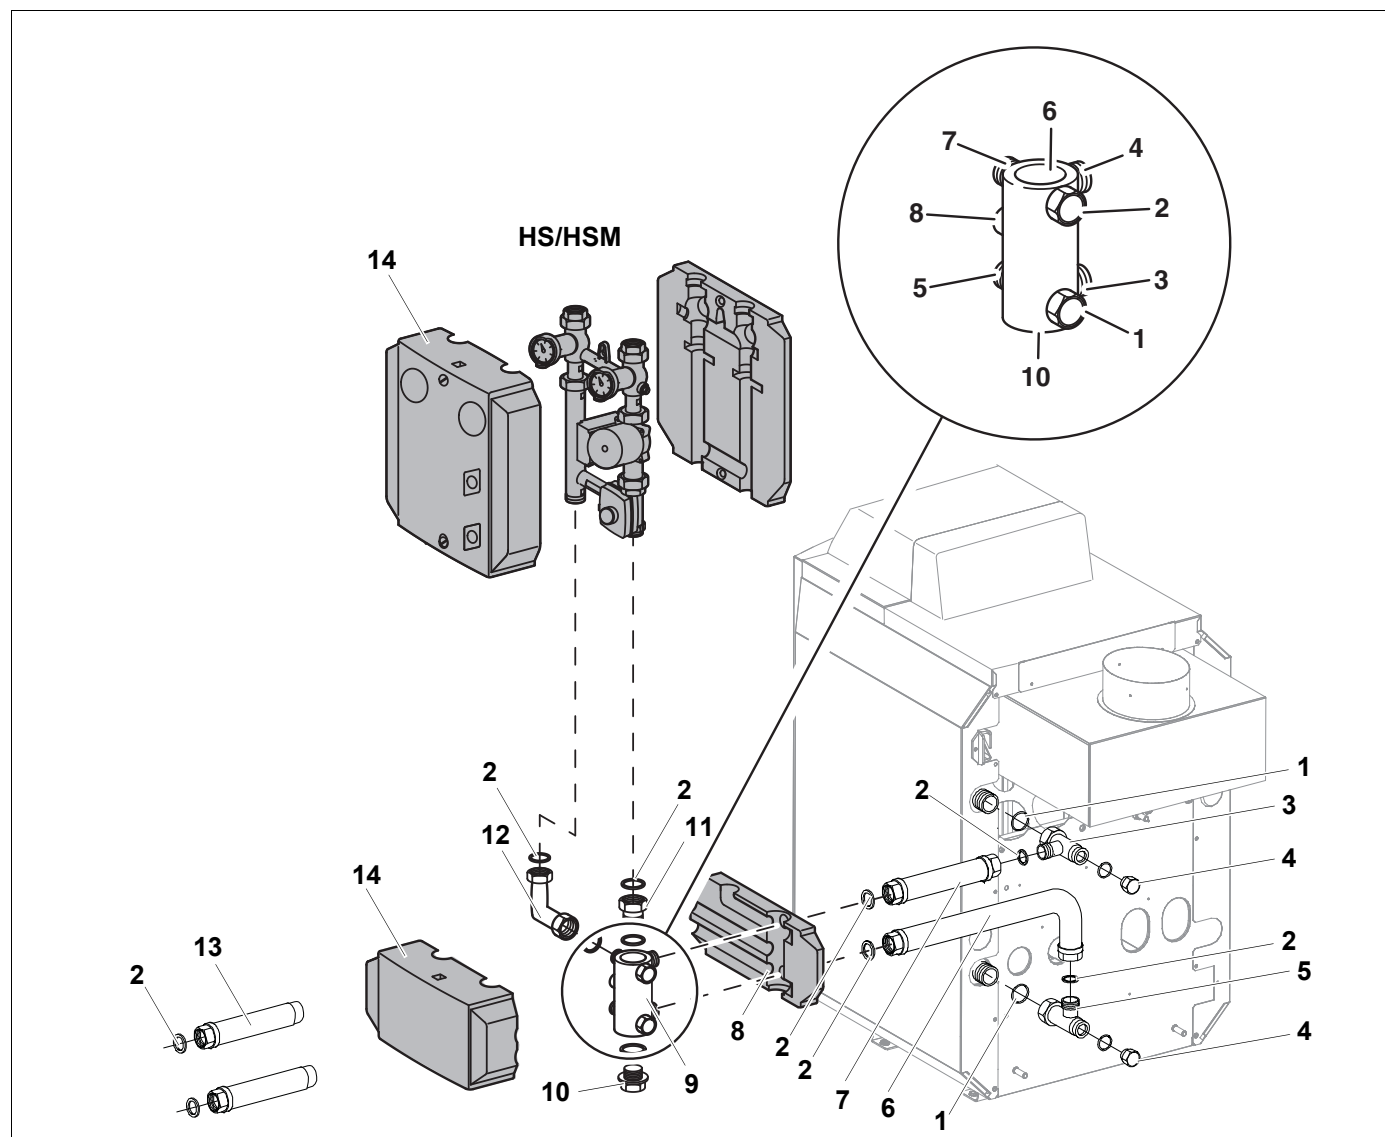

Рис. 4 Монтаж сбоку параллельно справа
Нумерация штуцеров многофункциональной гребенки должна обязательно соответствовать нумерации подключений на рис. 4. Все четные и все нечетные номера подходят друг к другу на водяном контуре.
- Приверните комплект подключения отопительного контура со смесителем (HSM) или без него (HS) в соответствии с рис. 4.